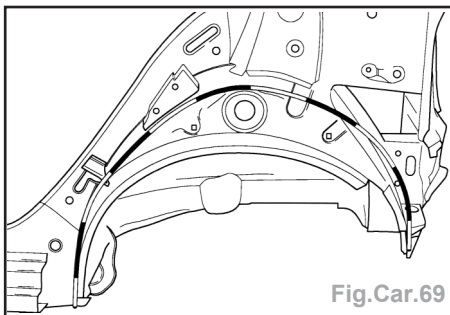

Fig.Car.69
- Prévoir les points de séparation de sorte que le côté de la carrosserie puisse être soyé (Fig.Car.69).